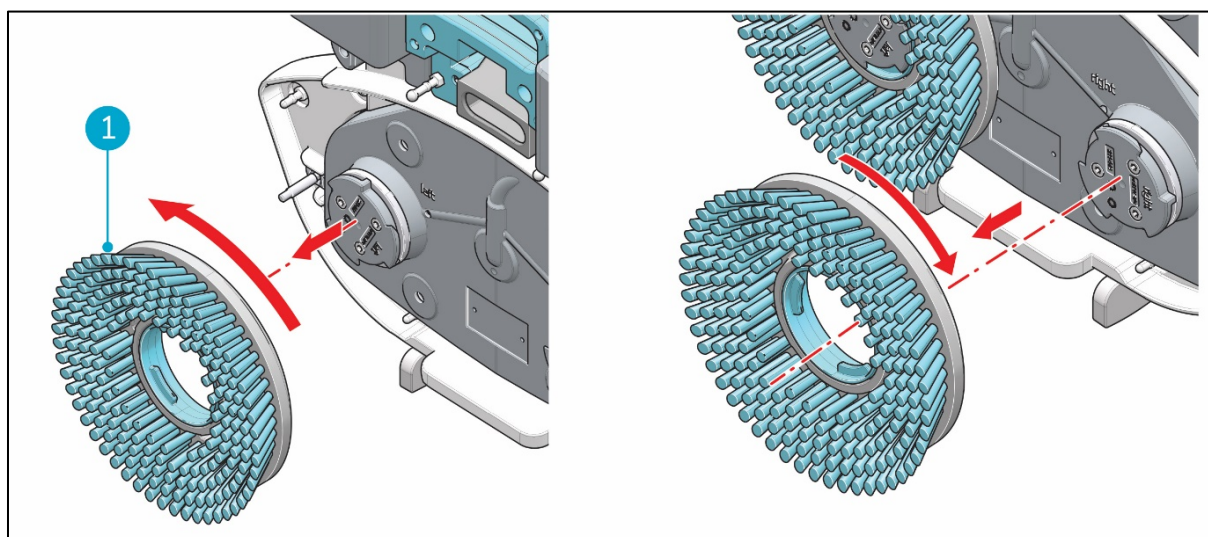

Abbildung 25
3. Drehen Sie die linke Bürste (Figure 25, Pos. 1) mit der anderen Hand entgegen dem Uhrzeigersinn, bis Sie einen Widerstand spüren oder beobachten, dass die Antriebsscheibe mitdreht.